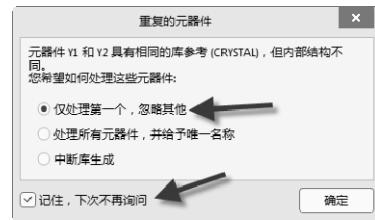

图 4-35 重复元件的处理方式选择
(3) 因为有些元件有相同的库参考，但是由于元件内部所填写的信息不一样，所以会提示相应的选择提示项，如图 4-35 所示。若没有如图 4-35 所示的对话框，则在弹出的元件分组弹窗中直接单击“确定”按钮即可生成。